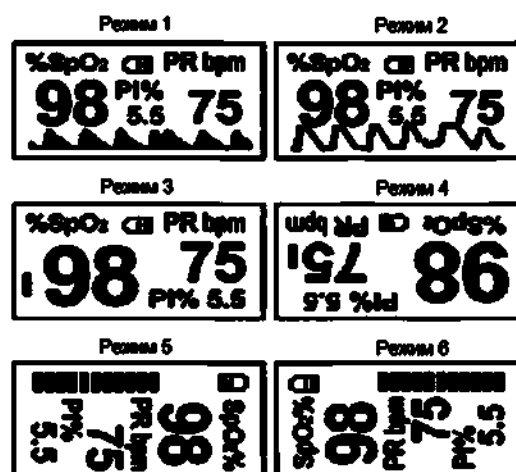

Рис. 6. Режимы отображения информации на дисплее
- когда пульсоксиметр включен – нажатие кнопки вращает дисплей в четырех направлениях с шестью различными режимами отображения данных (см. Рис. 6).